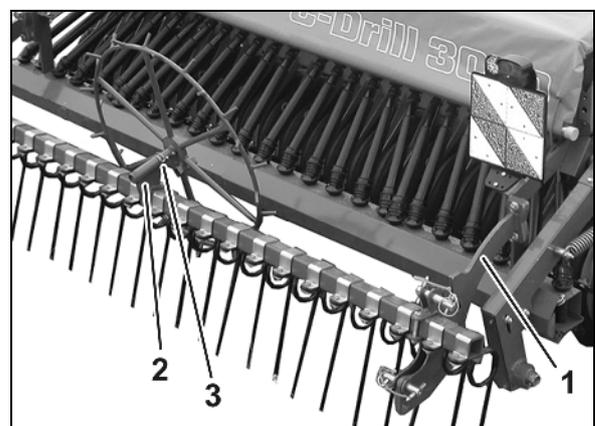

Fig. 21
10. Montar a raspadeira com o suporte (Fig. 21/1) no **C-Drill**.
11. Montar o suporte para a roda de cauda (Fig. 21/2) à barra raspadora.
Inserir a roda de cauda e fixar com o encaixe de charneira (Fig. 21/3).
Montagem da raspadeira, consultar Fig. 21.